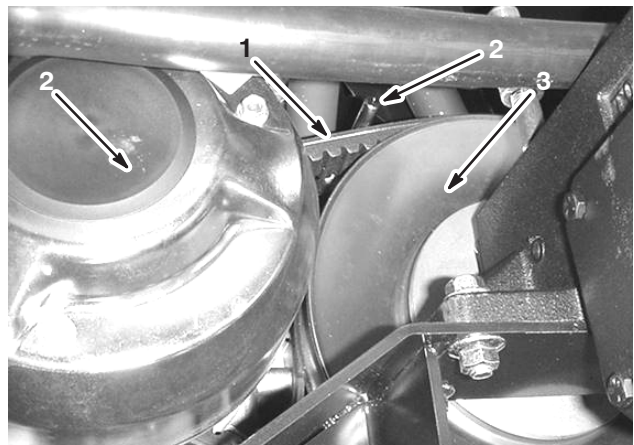

Bild 53
- Lockern Sie die beiden Riemenführungen in der Nähe der sekundären Kupplung (Bild 53).
- Drehen Sie den Riemen und verlegen ihn über die sekundäre Kupplung (Bild 53).
- Entfernen Sie den Riemen von der Hauptkupplung (Bild 53).
- Legen Sie den neuen Riemen auf die Hauptkupplung (Bild 53).